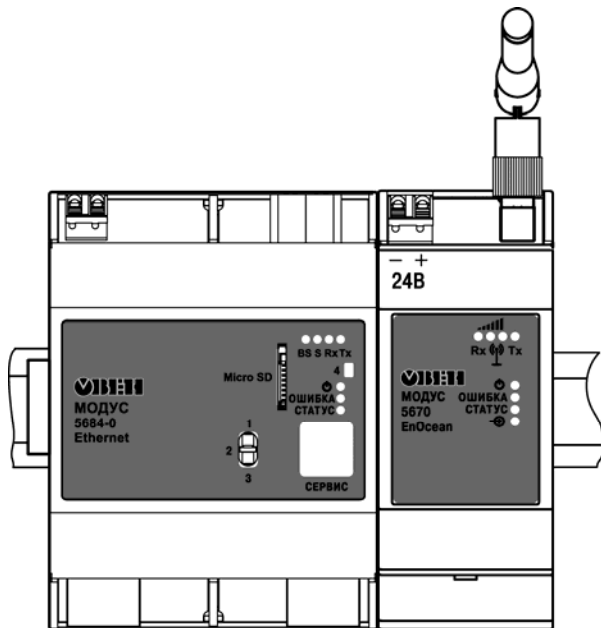

Рисунок 5.2
- закрепить модуль на соединителе (см. рисунок 5.2), после присоединить антенну.